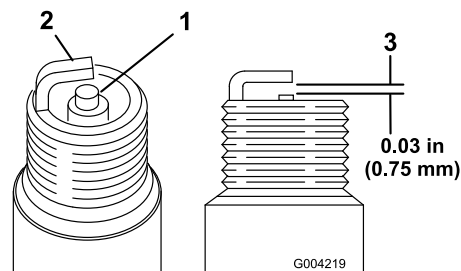

Figure 32
1. Examinez le centre des bougies (Figure 32). Si le bec de l'isolateur est recouvert d'un léger dépôt gris ou brun, le moteur fonctionne correctement. S'il est couvert d'un dépôt noir, c'est généralement signe que le filtre à air est encrassé.
2. Contrôlez l'écartement entre l'électrode centrale et l'électrode latérale (Figure 32).
3. Courbez l'électrode latérale (Figure 32) si l'écartement est incorrect.